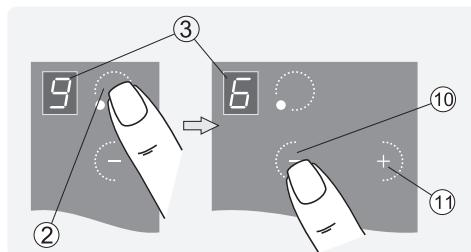

Рис.9
1. Работающую конфорку касанием зоны ② перевести в режим управления (рис. 9).